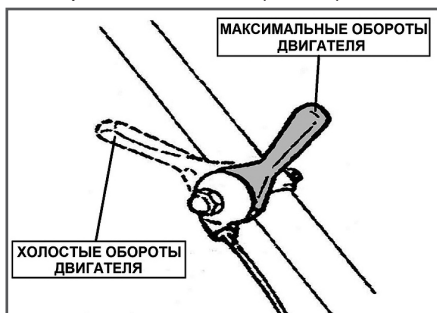

Рис. 9 Положения рычага газа
- Переведите рычаг газа на 1/3 хода в сторону положения максимальных оборотов двигателя (Рис. 9).